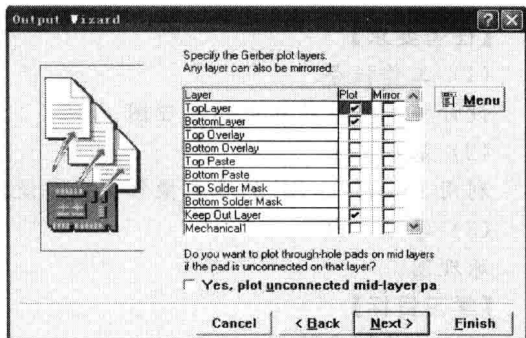

图 1-4 图层选择对话框
④ 选择图示的 Millimeter (毫米) 和 4:4 格式 (即保留 4 位整数和 4 位小数)，单击下一步 (Next) 到图层选择对话框 (图 1-4)。